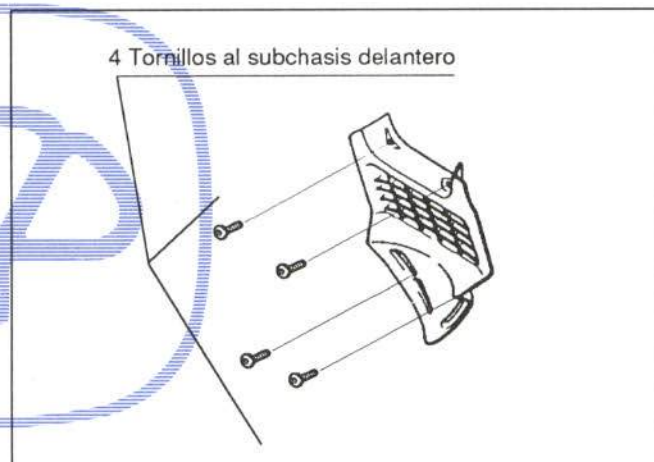

Figura 37.- Sujeción de la rejilla radiador
En la figura 37 se muestra su forma de montaje.
- Rejilla del radiador (figura 37)
- Rejilla de radiador (figura 37)